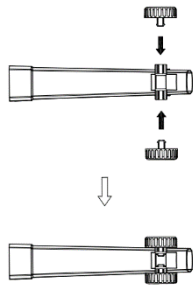
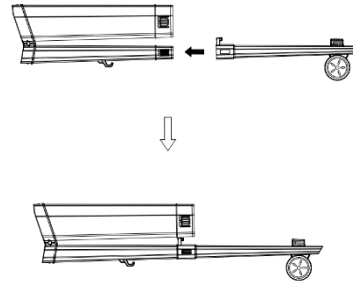
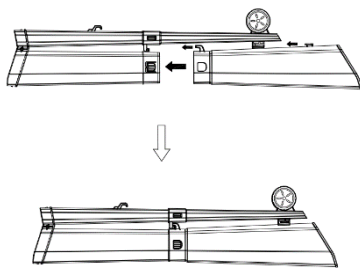
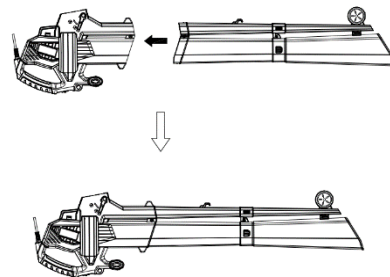

Fig. 2
Fig. 3
Fig. 4
Fig. 5
1. Montar la rueda y el tubo soplador/de aspiración (Fig.2 Fig.3 Fig.4 Fig.5)
- Extraiga las dos ruedas y el tubo del soplador, sujete el tubo del soplador e instale las dos ruedas, consulte la Fig.2.
- Deslice el tubo del soplador en el tubo central. Consulte la Fig. 3.
- Saque el tubo de succión, coloque el tubo de succión en el tubo central, el tubo de succión encaja en su lugar. Consulte la Fig. 4.
- Coloque todo el tubo en el cuerpo de la máquina. Consulte la Fig. 5